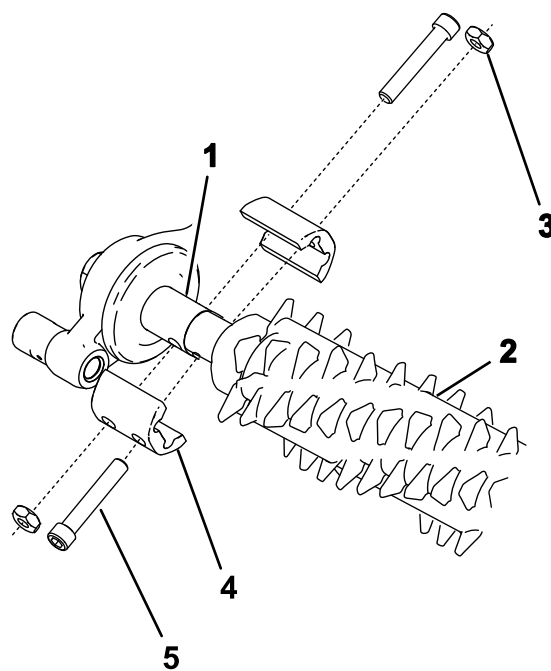

Рисунок 23
2. Совместите механическую щетку с блоком привода механической щетки и натяжным роликом в сборе (**Рисунок 23**).
3. Прикрепите механическую щетку к машине, как показано на **Рисунок 23**, и затяните болты.